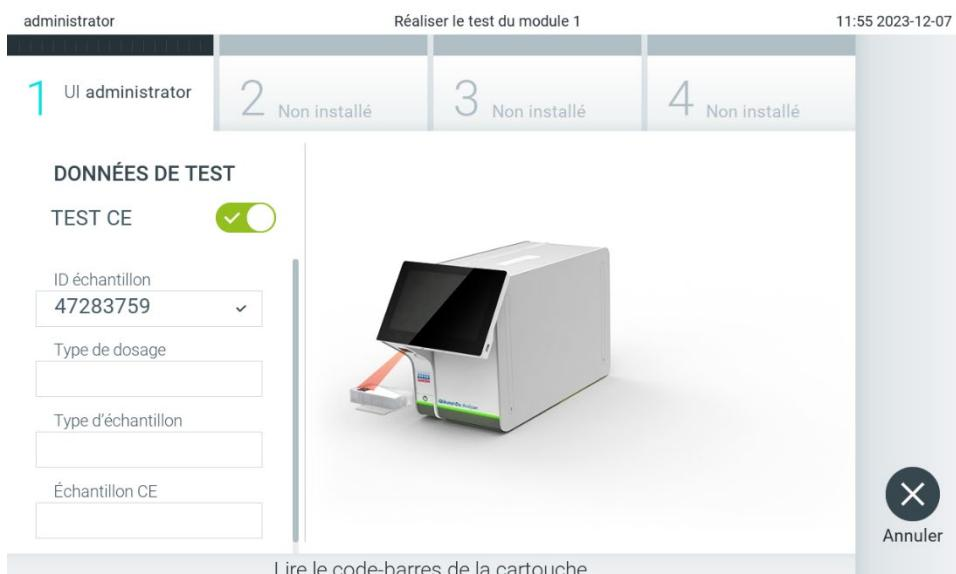

Figure 93. Lecture du code-barres de la cartouche de dosage QIAstat-Dx.
4. Lorsque vous y êtes invité, scannez le code-barres de la cartouche de dosage QIAstat-Dx à utiliser. Le QIAstat-Dx Analyzer 2.0 reconnaît automatiquement le dosage à effectuer, en fonction du code-barres de la cartouche de dosage QIAstat-Dx (figure 93).